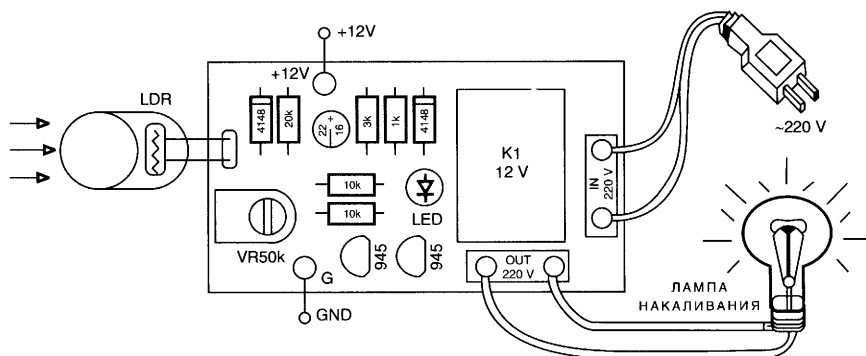
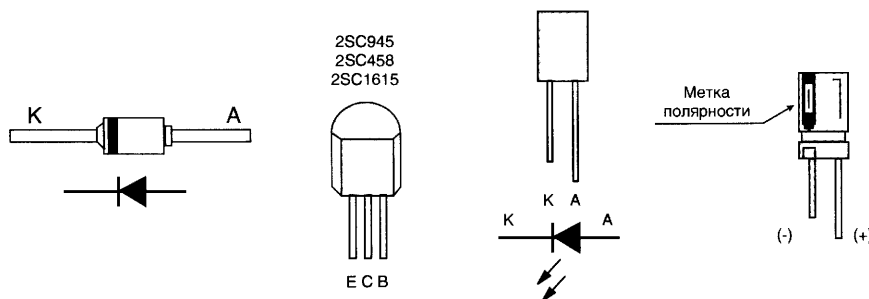

Рис. 3. Монтажная схема сумеречного переключателя
Рис. 4. Цоколевка полярных элементов
- напряжение на контакте «3» разъема λ -зонда должно меняться в пределах 0...1 В (контрольная осциллограмма на рис. 4/3), критическим считается длительность переключения уровня сигнала более 300 мс, если время переключения больше – датчик надо менять.
Расположение радиокомпонентов на печатной плате сумеречного переключателя и его подключение к внешним цепям показано на рис. 3, а цоколевка полярных элементов схемы — на рис. 4.